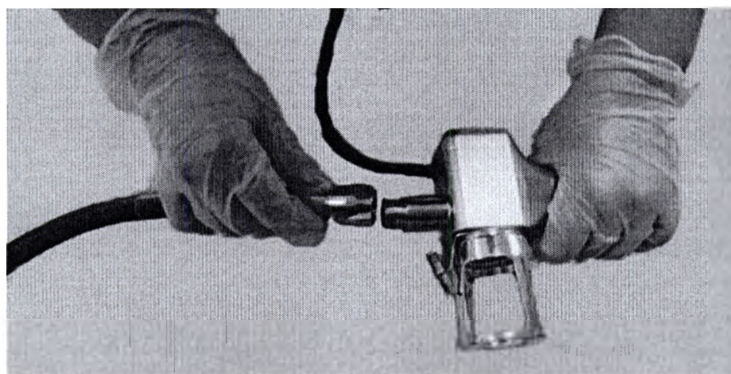

Рис. 3.22 – Подсоединение сканирующего манипулятора
3.4.2.2 Подсоединить сканирующий манипулятор к выходному волоконному разъему прибора, как показано на рис. 3.22.